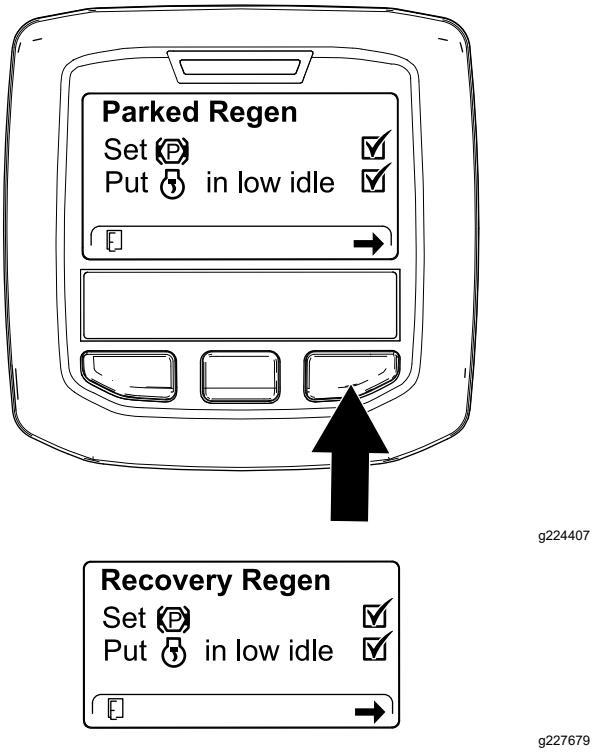

Figure 63
3. Sur l'écran de la liste de contrôle du FAP, confirmez que le frein de stationnement est serré et que le moteur tourne au ralenti (Figure 63).